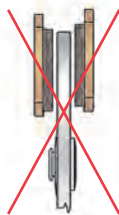
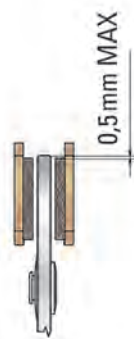

Fig. 4
Fig. 5
- Le pastiglie, una volta montate, non devono fuoriuscire oltre il diametro esterno del disco bensì starne al di sotto di circa 0,5 mm. Per ottenere questa posizione si sfrutta il gioco esistente tra i bulloni di fissaggio ed i fori sul supporto (vedi figure 4/5).
- The pads must not protrude from the disc; the disc may protrude from the pads by 0,5 mm. MAX (see fig. 4 and fig. 5); to obtain the correct positioning of the caliper, as described above, it can be moved relative to the fork by using the existing clearance between the fixing holes and the caliper bolts.